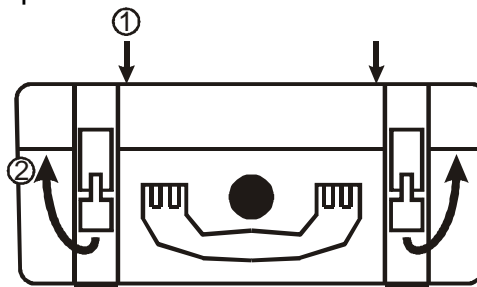

Fig. 1 : Apertura de la tapa del instrumento
2. Presione sobre la tapa de la caja con sus manos (ver Fig. 1 – marca 1)
3. Desbloquee los ganchos de sujeción de la tapa (ver Fig. 1 – marca 2)